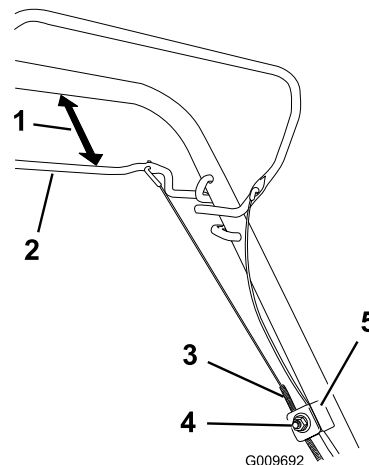

Figura 33
1. Allentate il dado del supporto cavo (Figura 33).
2. Mantenete la barra della trazione automatica a una distanza compresa tra 25 e 38 mm dalla stegola (Figura 33).
3. Abbassate la guaina del cavo (verso la macchina) fino a tendere il cavo (Figura 33).